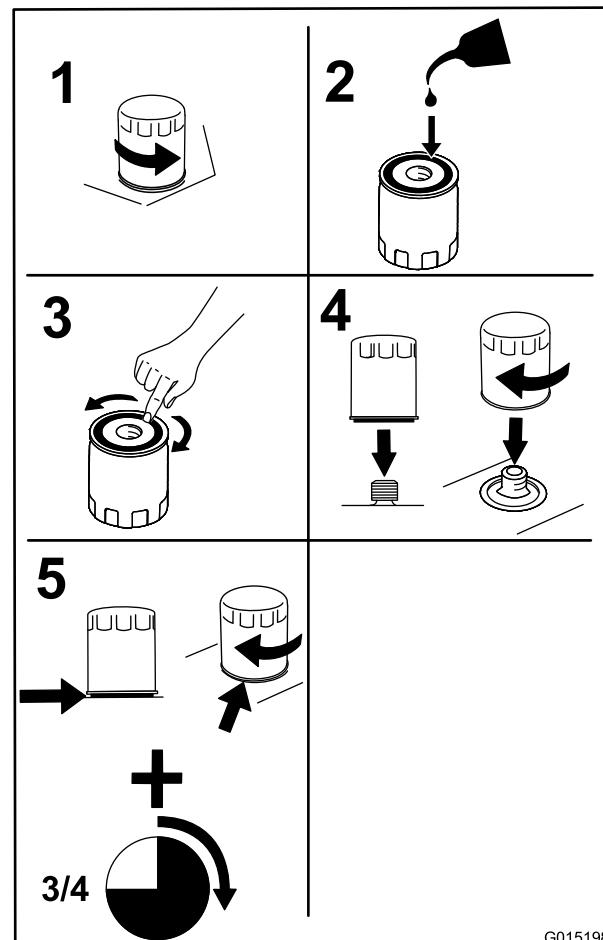

Bild 34
3. Wechseln Sie den MotorölfILTER, wie in Bild 34 dargestellt.